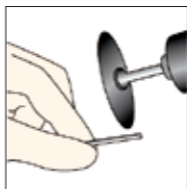

図4
- ② 試適したファイバーポストを取り外し、ダイヤモンドディスク、ダイヤモンドバーなどを用いて任意の長さで切断します(図4)。試適後は、付着物を取り除くためにアルコールにてファイバーポストを拭き、エアーで確実に乾燥します。